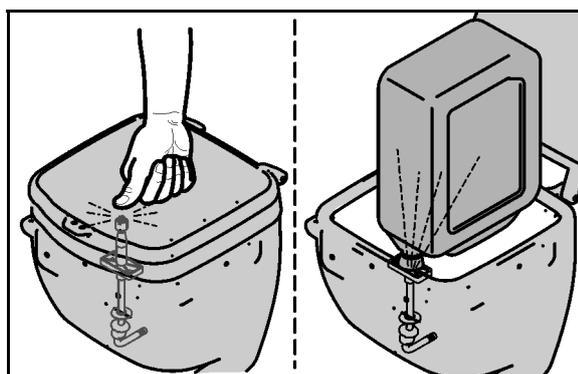

Fig. 54
- le couvercle repliable fermé a été rabattu vers le bas (Fig. 54).